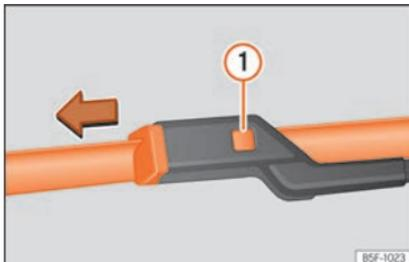

Abb. 85 Scheibenwischerblätter vorne auswechseln.
- Entriegelungstaste »» Abb. 85 ❶ gedrückt halten und gleichzeitig das Scheibenwischerblatt in Pfeilrichtung abziehen.